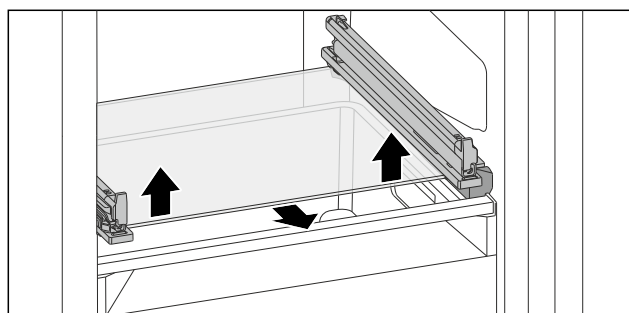

Fig. 120 Tablette en verre du tiroir basculable
- Appuyer des deux côtés sur la tablette en verre de bas en haut. (voir Fig. 120)